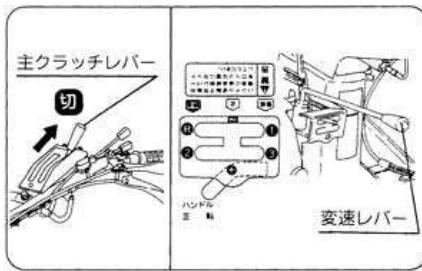

図20
- ① 主クラッチレバーを【切】位置にしてください。(図20)
- ② 変速レバーを操作して、希望の変速位置にしてください。(変速レバーが入りにくいときは、ギヤの噛み合いの位置が悪いめですから、無理にいれずには、主クラッチレバーを半クラッチの状態にしてください。無理に入れようとすると、故障の原因になります)